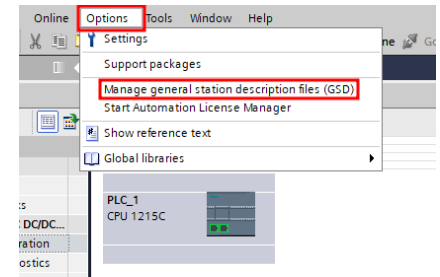

Figure 1: Options -> GSD File
4. 选择 “选项”, 拖动页面至选择 “管理通用站点描述文件 (GSD)”, 图 1